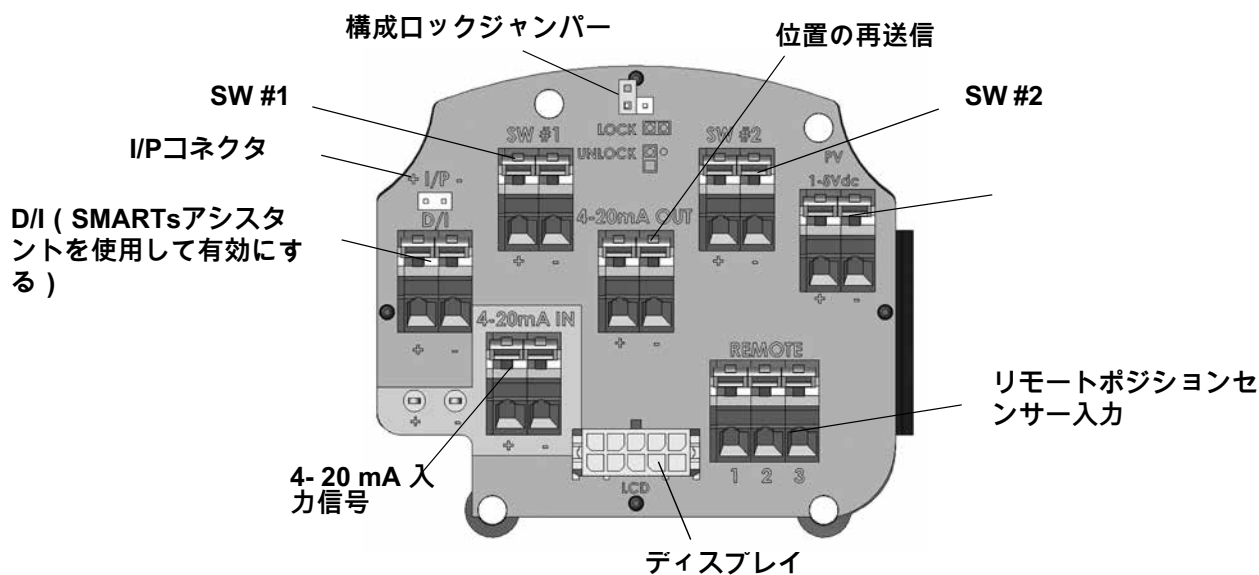

図31 - 電子モジュールへの接続 (端子板経由)
2. 4-20 mA OUTの+/-端子をポジション再送信入力信号：+から+、-から-に接続します。64ページの図31を参照してください。
2. 端子板上に適切な端子台を設置してください (64ページの図31を参照)。
2. SVI II APの+/-端子を電流源に接続します。+を+に、-を-に接続します (64ページの 図 31)。 .
64ページの図31に示すハードウェア設定ロックジャンパーを使用することで、さらなるセキュリティを実現します。2ピンヘッダを短絡してセキュアポジションに設定すると、ローカルインターフェースやHART® 通信ツールを使用した構成やキャリブレーションはできなくなります。プッシュボタン、ValVue、およびハンドヘルドは、構成、キャリブレーション、および位置を確認する以外は、ロックアウトされています。これは、プッシュボタンセキュリティレベルの表にあるセキュリティレベル1と同様です。